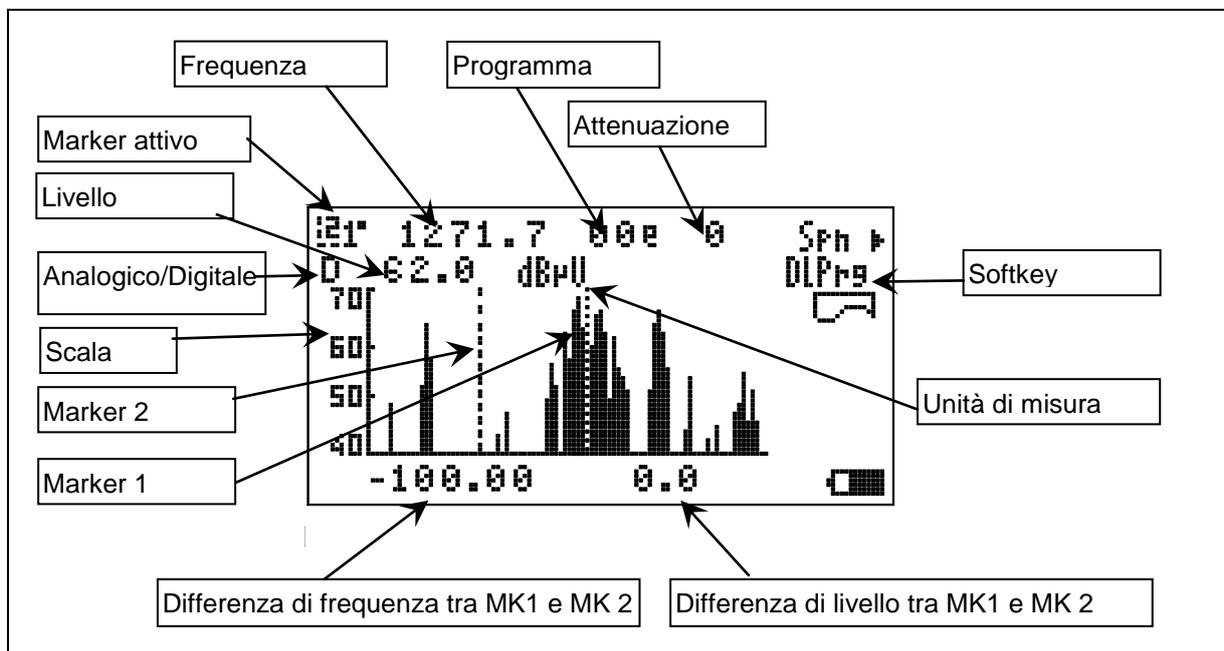

Figura 4 Schermata tipica nel modo di funzionamento SPETTRO TOTALE (920-2150 MHz) con due marker a frequenze differenti.
Il modo spettro, la cui schermata iniziale è mostrata in Figura 4, viene selezionato premendo **SPECT (22)**. In questo modo di funzionamento viene data una rappresentazione realistica dell'intero spettro (modo Sweep Full) o di parte di esso (modo Sweep Span).
Come indicato in Figura 4, selezionando il marker 2 (con il tasto **MKR (24)**) sulla riga inferiore compaiono la differenza di frequenza in MHz e la differenza di livello in dB fra i canali indicati dai marker. Le operazioni possibili sono:
- ❑ Scelta fra misura di portanti analogiche e digitali. Premere **DIGI ANLG (25)**.
- ❑ Impostazione dello span. Premere  **SOFT KEY (6)** e selezionare  con lo Shaft Encoder. Premere **ENTER (7)**, per accedere alla nuova schermata (vedi paragrafo 8.2.2.2).
- ❑ Attivazione della Funzione DLPrG. Premere  **SOFT KEY (6)** e selezionare  confermando con **ENTER (7)** (vedi paragrafo 8.2.2.3).
- ❑ Stampa del livello via RS232. Premere  **SOFT KEY (6)**, selezionare  con lo Shaft Encoder, premere **ENTER (7)** per confermare.
In questo modo è possibile zoomare la zona di interesse dello spettro. Anche in questo caso similmente alle indicazioni di Figura 4, se si alternano i marker con il tasto **MKR (24)** sulla riga inferiore compaiono la differenza di frequenza in MHz e la differenza di livello in dB fra i canali indicati dai marker. Le operazioni possibili sono:
- ❑ Impostazione dello span. Premere  **SOFT KEY (6)**, selezionare , premere **ENTER (7)**, scegliere lo span voluto con lo Shaft Encoder tra i valori 10-20-50-100-200 MHz. Lo span impostato in MHz compare sulla riga inferiore del display.
- ❑ Stampa del livello via RS232. Premere  **SOFT KEY (6)**, selezionare con lo shaft encoder  e confermare con **ENTER (7)**.